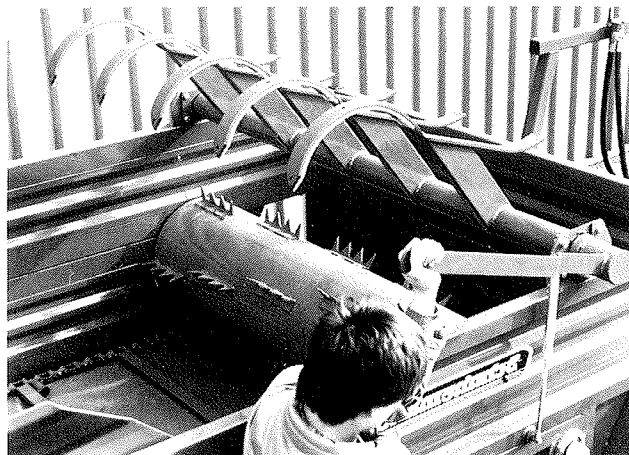

Abbildung 7: Außer Funktion gestellte Raufe
1. Lassen Sie die Raufe im unteren Stand (sehen Sie hierzu Abb. 7).